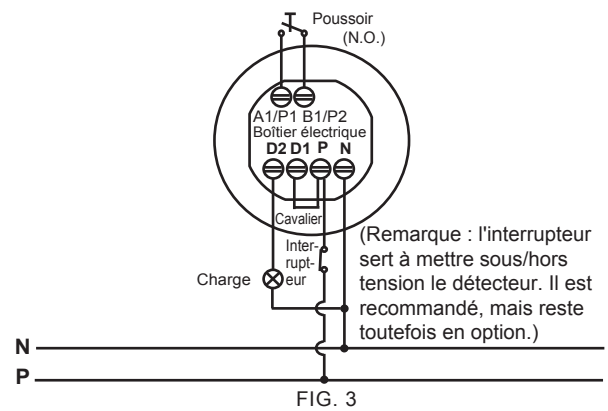
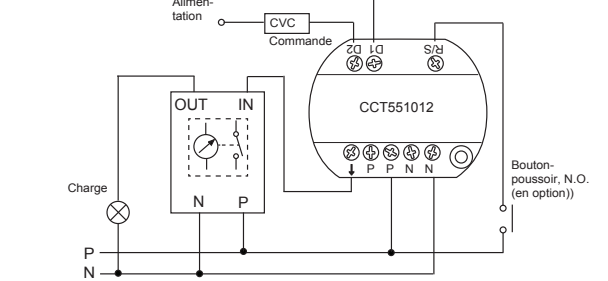

FIG. 3
Fig 8. Détecteur combiné à un circuit de minuterie de cage d'escalier
- Un capteur contrôle une charge (voir FIG. 3).
- 3.2.2.2 La borne R&S fournit un point de raccordement optionnel pour un bouton-poussoir. La FIG. 8 indique comment brancher un détecteur à un circuit de minuterie de cage d'escalier.
- 3.3.3.2 Retirer les câbles de la boîte de dérivation standard (voir FIG. 14), puis dénuder 6 à 8 mm d'isolant pour le raccordement, et voir les schémas de câblage pour un bon branchement (voir FIG. 3 - FIG. 8).
3.3.4.5 Voir la FIG. 13 pour assembler la tête de capteur sur le boîtier électrique, puis voir les schémas de câblage (voir FIG. 3 et FIG. 8) pour un branchement correct.